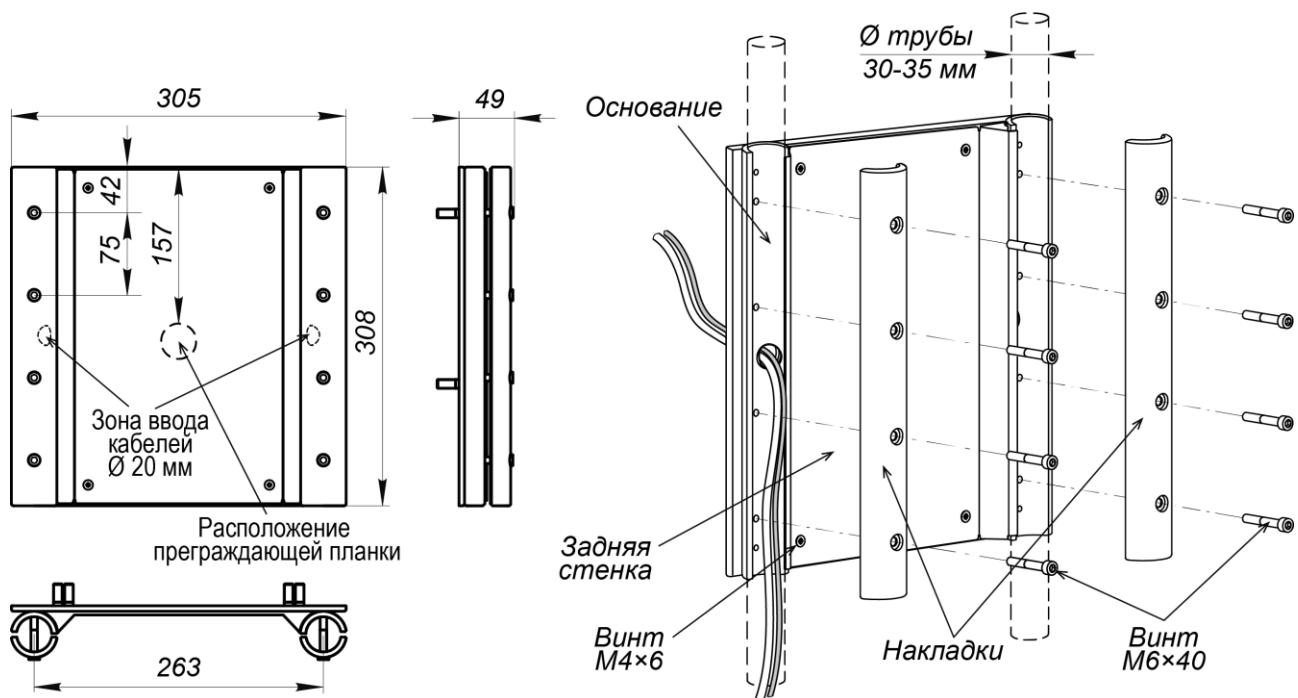

Рисунок 17. Габаритные размеры и порядок установки кронштейна PERCo-MT10.1
- а) Порядок установки монтажного кронштейна **PERCo-MT10.1** (для исполнения турникета **PERCo-TTR-10AT**), см. рис. 17: